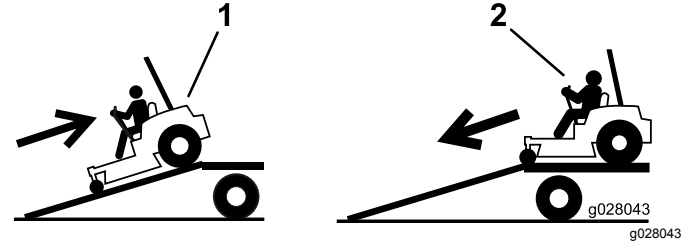

Figure 42
2. Descendez la rampe en marche avant (Figure 42).